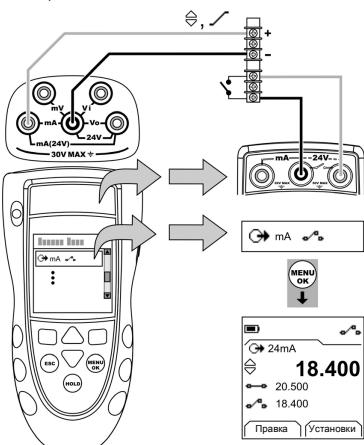

Рисунок 5: Пример конфигурации – Проверка выключателя
- Подключите прибор (Рисунок 5) и, при необходимости, отрегулируйте **Настройка** (Таблица 1).